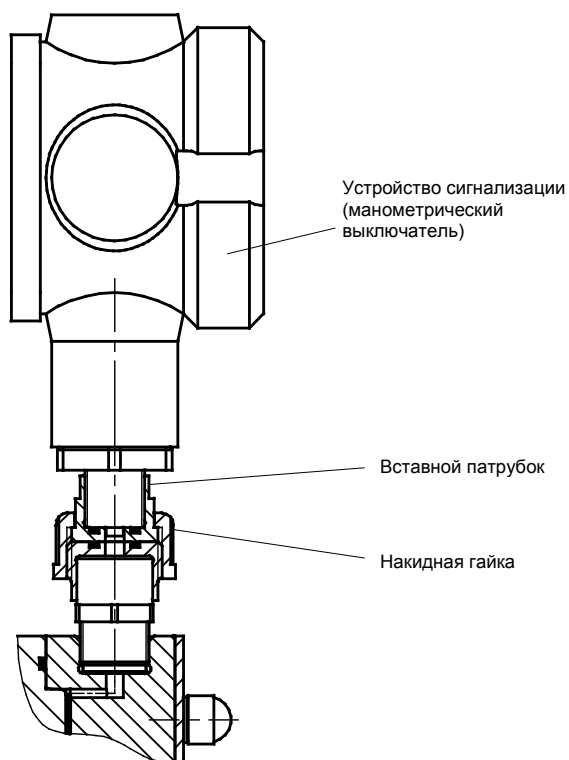

Рис. 41
- Ослабить накидную гайку и снять устройство сигнализации (см. рис. 41/42).